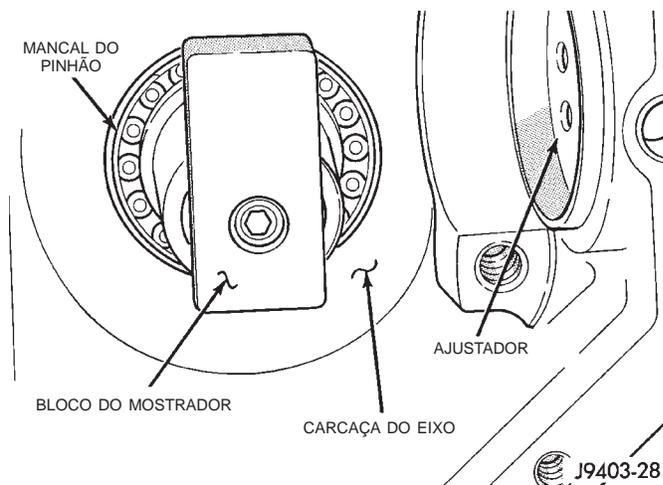

Fig. 70 Bloco do Mostrador
- (5) Posicione o rolamento traseiro do pinhão no eixo.
- (6) Posicione as ferramentas (com rolamento) no alojamento.
- (7) Instale Luva SP-5382.
- (8) Instale o rolamento dianteiro do pinhão.
- (9) Instale o Espaçador SP-6022.
- (10) Instale a Luva SP-3194-B, a Arruela SP-534 e a Porca SP-3193.
- (12) Afrouxe a ferramenta da porca de compressão.
- (13) Lubrifique os rolamentos dianteiros e traseiros da engrenagem do pinhão com lubrificante de engrenagem.
- (14) Aperte novamente a ferramenta da porca de compressão com um torque de 1-3 N·m (15-25 pol.-lbs.).
- (15) Gire a engrenagem do pinhão com várias rotações completas, para alinhar os roletes do rolamento.
- (16) Instale o Bloco do Mostrador (Fig. 70).